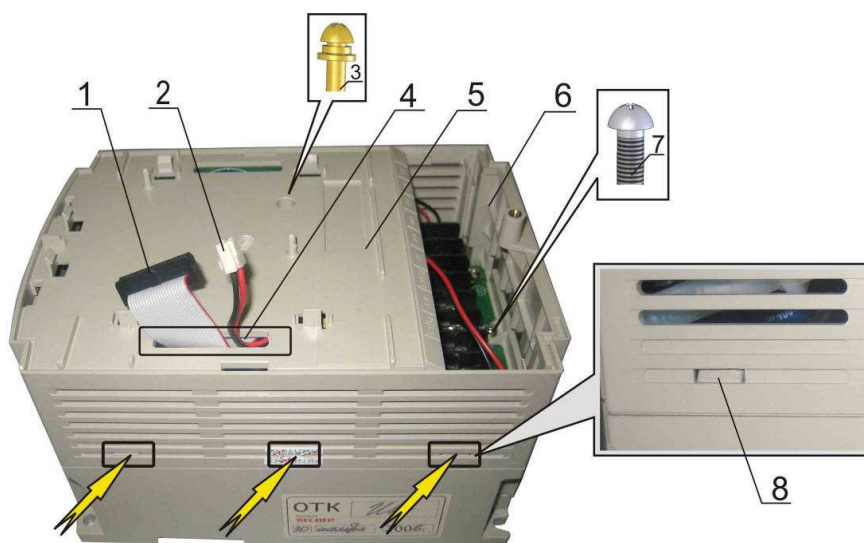

Рис.6.6
- 7.3.1. Отжать фиксаторы с двух сторон решётки кабельных вводов 6 (рис. 6.6). Демонтировать решётку и положить в тару.
- 7.3.2. Отжать поочерёдно фиксаторы 8 с двух сторон средней части корпуса 5 (рис. 6.6).
- 7.3.3. Продеть в отверстие 4 средней части корпуса шлейф ЦП 1 и провод питания платы ЦП 2 (рис. 6.6). Демонтировать среднюю часть корпуса и положить в тару.